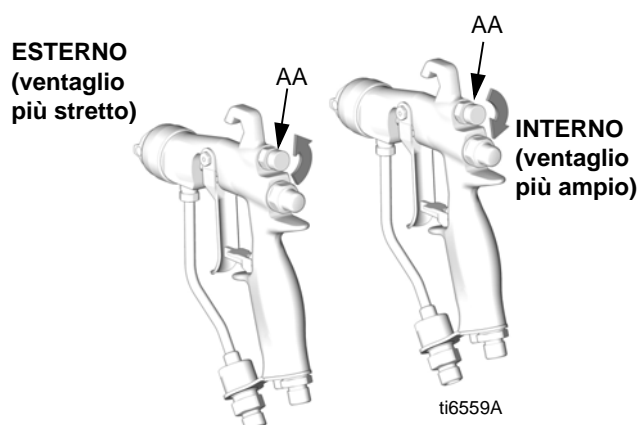

Fig. 4. Manopola dell'aria per il ventaglio
1. Vedere FIG. 4. Chiudere l'aria di regolazione del ventaglio ruotando completamente la manopola (AA) in senso orario (verso l'interno). In questo modo la pistola viene impostata su una distribuzione più ampia.
3. Vedere FIG. 4. Per un ventaglio più stretto, ruotare la manopola della valvola di regolazione (AA) del ventaglio in senso antiorario (verso l'esterno). Se la distribuzione non è ancora abbastanza stretta, aumentare di poco la pressione dell'aria alla pistola o utilizzare un ugello di dimensioni diverse.